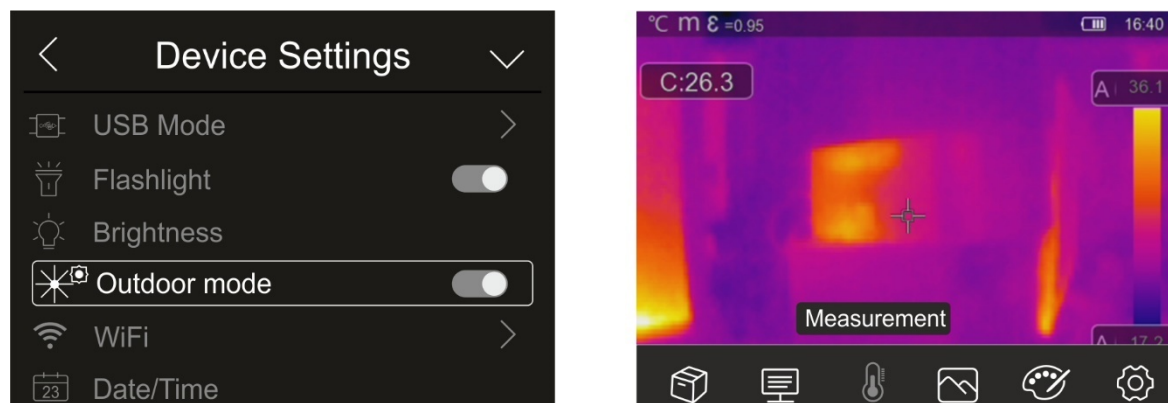

Fig. 16: Ativação de visualização de modo externo
1. Toque no item "Outdoor mode " para seleccionar/apagar a visualização dos ícones na barra inferior do display com cores invertidas a fim de melhorar a visibilidade no ambiente externo. A ecrã da Fig. 16 - lado direito é exibido